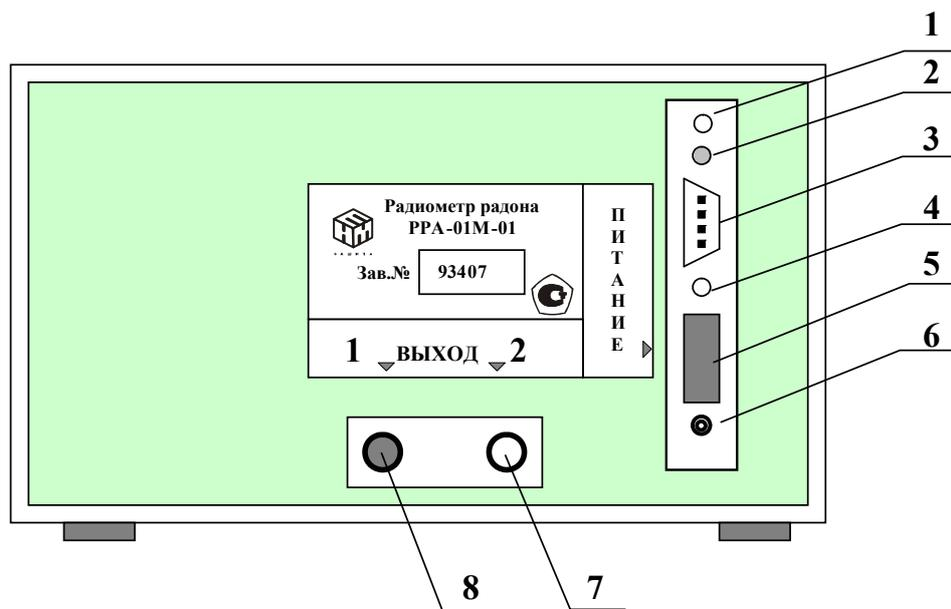

Рисунок 4. Вид радиометра сзади.
1.4.5.6. Выход измерительной камеры 1 (8, рис.4) в процессе штатных измерений и в период хранения радиометра должен быть закрыт заглушкой, так как он напрямую соединен с выходным штуцером измерительной камеры. Выход 2 (7, рис.4) соединен с выходом микровоздуходувки и служит для сброса анализируемого воздуха, прошедшего через блок детектирования радиометра (см. схему 1).